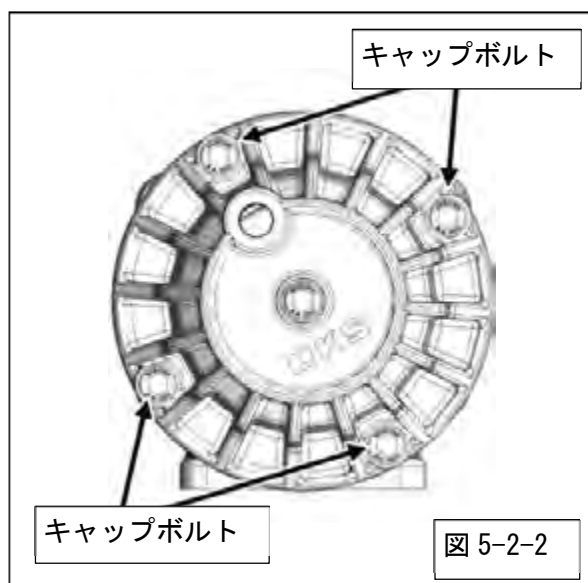

図 5-2-2
(2) キャップボルト (4 本) を取外してください。(図 5-2-2)
(3) ウエストゲートを保持しているバイス・プレス機などをスプリングが飛び出さないように注意しながらゆっくり広げ、ウエストゲート内のスプリングを取出してください。
(4) スプリングを交換し、逆の手順でウエストゲートを組立ててください。